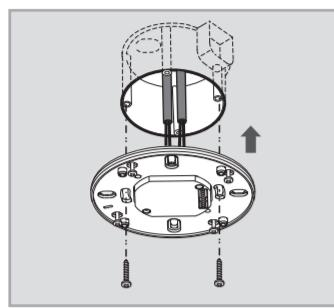
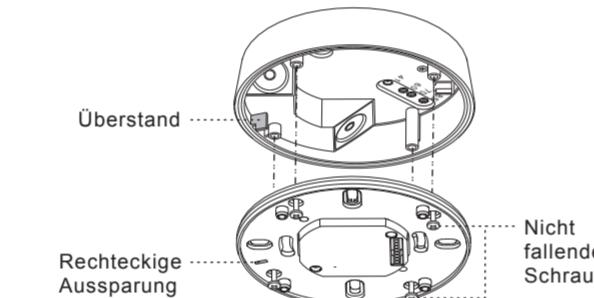

Abb. 9
Abb. 17
4.4.1.3 Befestigen Sie den Anschlusskasten mit 2 Schrauben an der EN-Abzweigdose (s. Abb. 9).
4.4.3.5 Zur korrekten Verkabelung siehe Verdrahtungsplan (s. Abb. 5 - Abb. 6). In der Montageplatte befindet sich eine rechteckige Aussparung. Um die Montageplatte an der Abzweigdose zu befestigen, stecken Sie die Aussparung über den Überstand der Abzweigdose (s. Abb. 17) und befestigen Sie anschließend das Bewegungsmelder-Oberteil am Anschlusskasten (s. Abb. 9). Fixieren Sie das Teil mit den 4 nicht fallenden Schrauben.